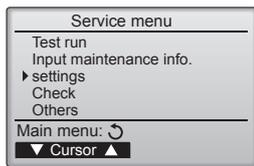

Fig. 6-2
## 6.2. Τηλεχειριστήριο (Fig. 6-2)
- ① (Fig. 6-2)